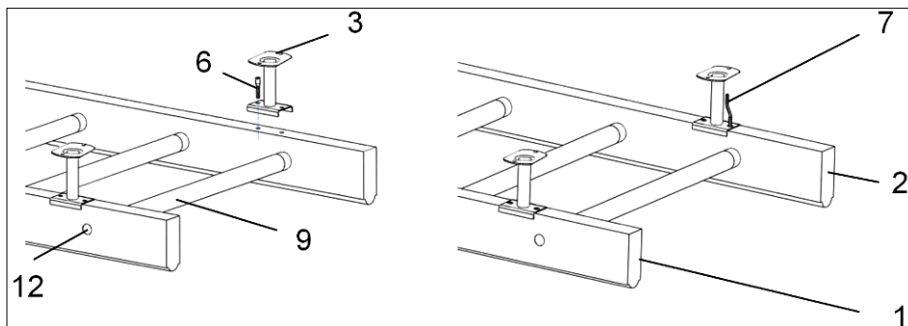

Рисунок 3
4.1.4. Установить пристенные крепежные кронштейны (№3) на стойки (№1, №2) и закрепить их конфирматами (№6) (рисунок 3).
4.4.3 Установить пристенные крепежные кронштейны (№3) на стойку (№35) и закрепить их конфирматами (№6) (рисунок 3).